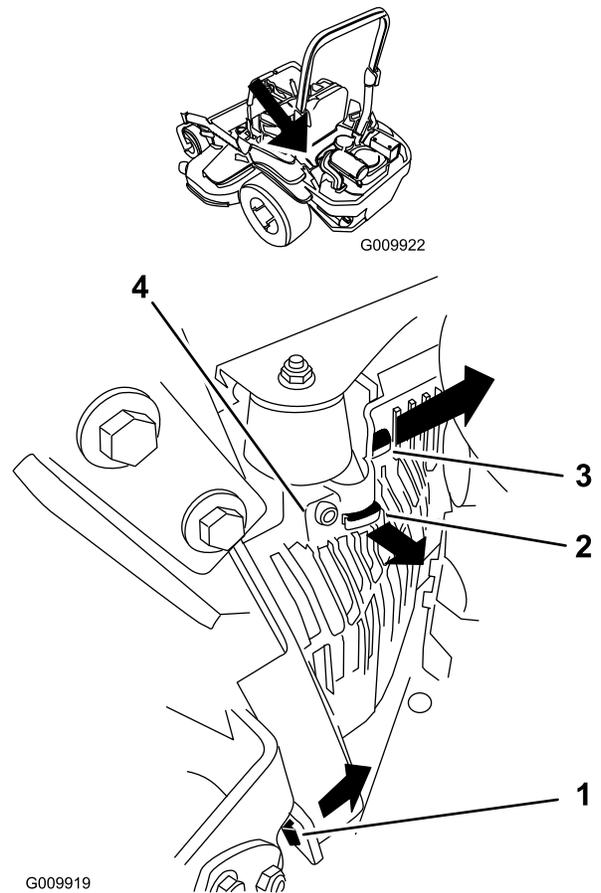

Figure 53
3. Déposez le capot de l'unité hydraulique gauche dans l'ordre indiqué à la Figure 53. Vous pourrez ensuite accéder à la bougie avant.
- Montez le capot de l'unité hydraulique gauche (Figure 53).